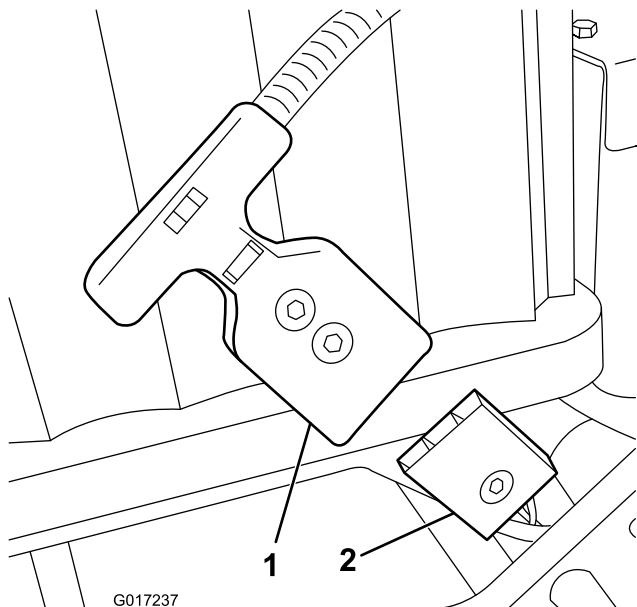

Bild 6
5. Ziehen Sie den T-Griffanschluss am eFlex vom Hauptstromanschluss der Batterie ab, der am Batteriefach befestigt ist (Bild 6).